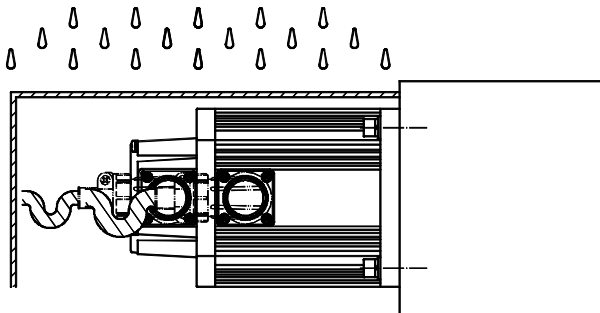

图 6
10.3 当电动机接插件侧朝水平方向时，电缆在接入接插件前需作滴状半圆型弯曲（如图 6 所示）。